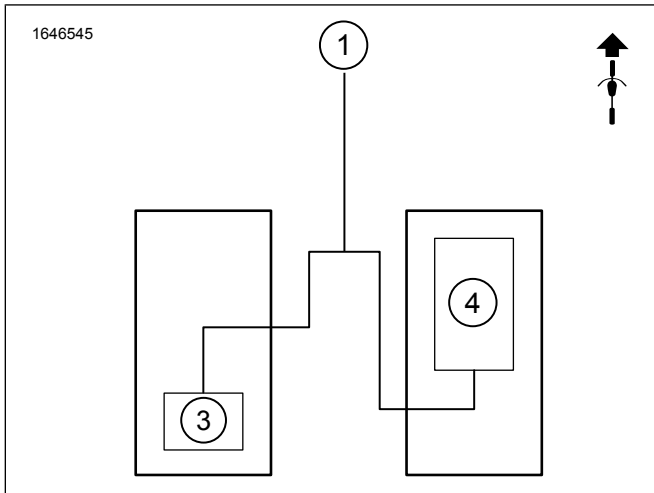
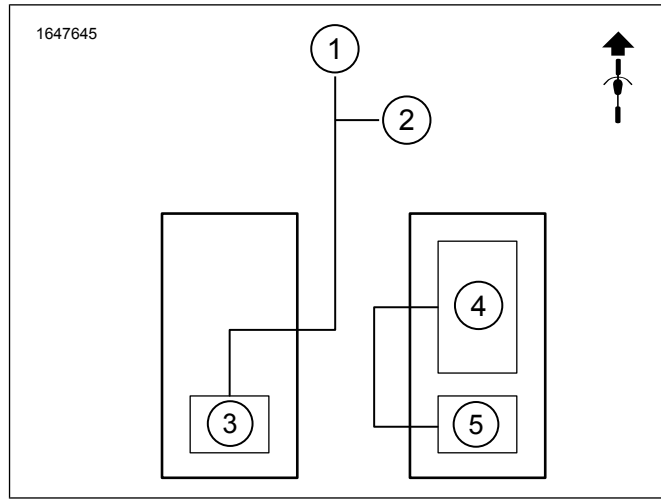
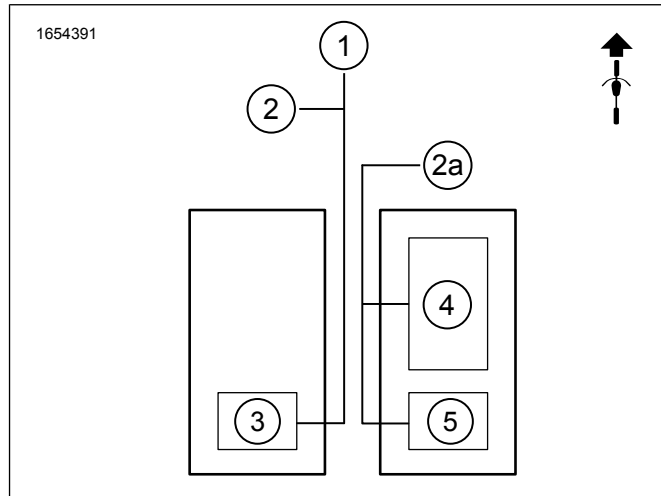
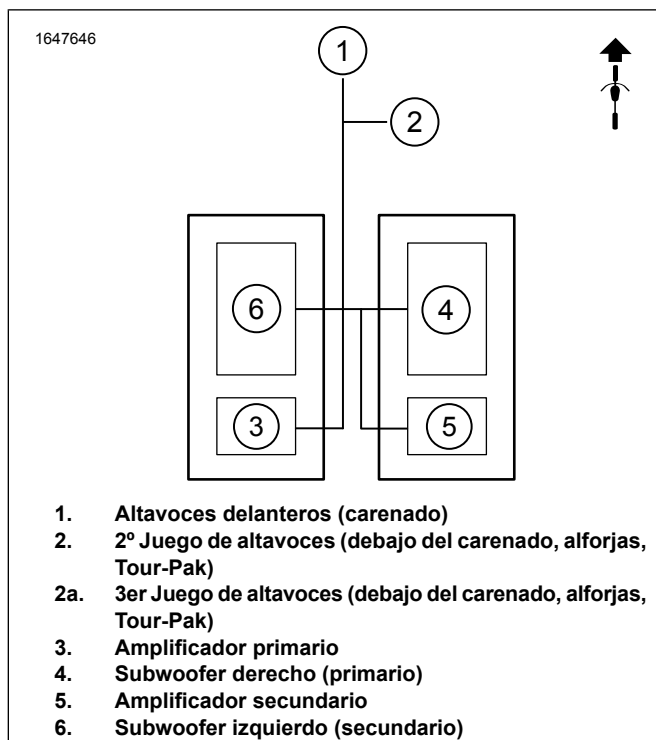

Figura 3. Un solo subwoofer, un solo amplificador, dos altavoces
Figura 4. Un solo subwoofer, amplificadores dobles, cuatro altavoces
Figura 5. Un solo subwoofer, amplificadores dobles, seis altavoces
Figura 7. Subwoofers dobles, amplificadores dobles, cuatro altavoces
Ver Figura 3 , Figura 4 , Figura 7 y Figura 5 . Los sistemas de subwoofer requieren dos canales del amplificador (los amplificadores son de cuatro canales), por lo que la instalación de kits de subwoofer tanto primario como secundario solo puede funcionar con sistemas de dos o cuatro altavoces. Los sistemas de seis altavoces solo funcionarán con el kit de subwoofer principal.
- a. Consulte la Figura 3. Para una configuración de un solo subwoofer, un solo amplificador y dos altavoces. El conector del arnés deberá volverse a cablear. Consulte Arnés de recableado 69203031. Si no se vuelve a cablear el conector, no habrá audio. **NOTA:** Si se agregan altavoces de alforja después de instalar el subwoofer, se deberá utilizar la configuración original del arnés 69203031. Cables en las cavidades uno y cuatro.
- b. Conector del arnés del amplificador primario [351A] (salida de audio). Consulte la Figura 3. **Equipado con un solo subwoofer, un solo amplificador, dos altavoces.**
- c. Conector del arnés del amplificador secundario [352A\_1]o [352A\_2] (salida de audio). Consulte la Figura 4. **Equipado con un solo subwoofer, amplificadores dobles, cuatro o seis altavoces.**